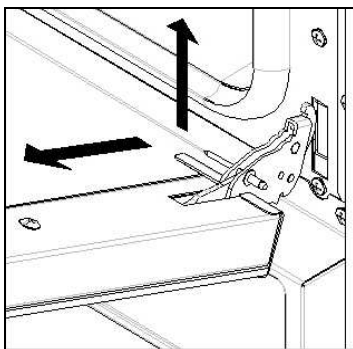

Fig. 6
- слегка приподнять дверку и снять ее (Рис.6);